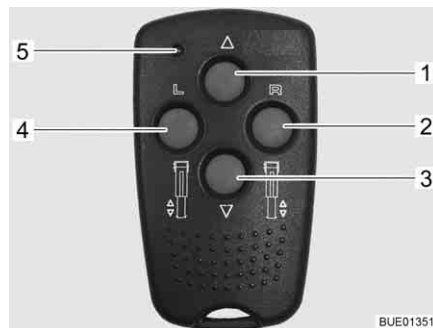

Bild 34 Fernbedienung für elektrische Hubstützen
- Vorwahl: Hubstütze links (Bild 34,4)
- Vorwahl: Hubstütze rechts (Bild 34,2)
- Hubstütze einfahren (Bild 34,1)
- Hubstütze ausfahren (Bild 34,3)
- Kontroll-LED (Bild 34,5)
Bei jeder Tastenbetätigung blinkt die Kontroll-LED (Bild 34,5).
- Vorwahl-Taste für die Hubstützenseite (Bild 34, 2 oder 4) ca. 1 Sekunde lang drücken.
- Innerhalb von 2 Sekunden die Taste "Hubstütze ausfahren" (Bild 34, 3) drücken und so lange halten, bis der Stützfuß (Bild 36, 4) auf dem Boden aufliegt.
- Innerhalb von 2 Sekunden die Taste "Hubstütze einfahren" (Bild 34, 1) drücken und so lange halten, bis der Stützfuß (Bild 36, 4) komplett einfahren ist. Wenn die Hubstütze komplett eingefahren ist, ertönt ein Kontrollsignal.